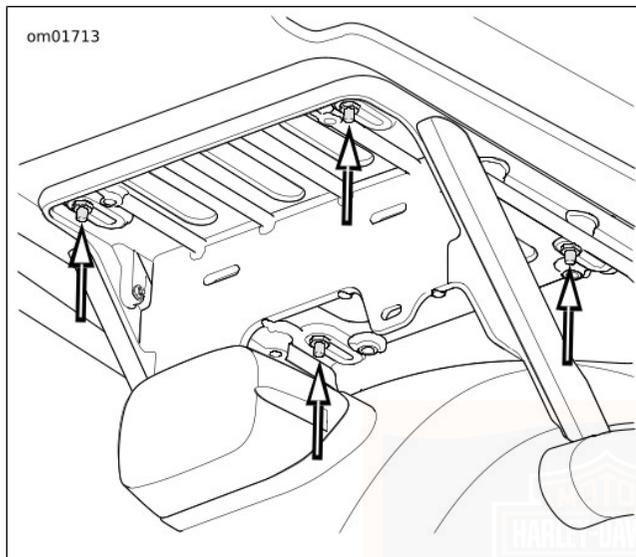

Figura 41. Regolazione della posizione del Tour-Pak
1. Vedere Figura 41. Allentare i quattro dadi che fissano il Tour-Pak al supporto.